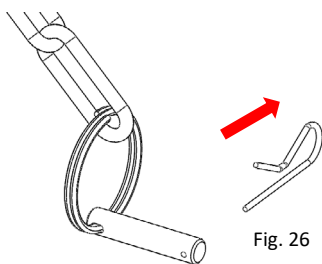
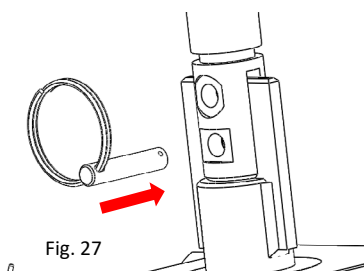
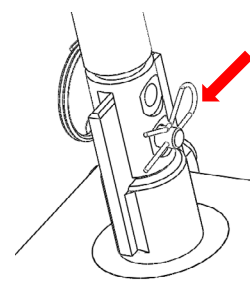

Fig. 26
Fig. 27
Fig. 28
- 5 – Goupiller les deux tiges ensemble à l'aide de l'axe fixé sur la chaîne (Voir Fig. 27), après avoir préalablement retiré la goupille épingle (Voir Fig. 26). Une fois l'axe inséré, insérer la goupille épingle sur celui-ci. (Voir Fig. 28)
- 5 - Fix the two stems together by means of the axis fixed to the chain (See Fig. 27), having before removed the safety pin (See Fig. 26). Once the inserted axis, insert the safety pin to this one. (See Fig. 28)